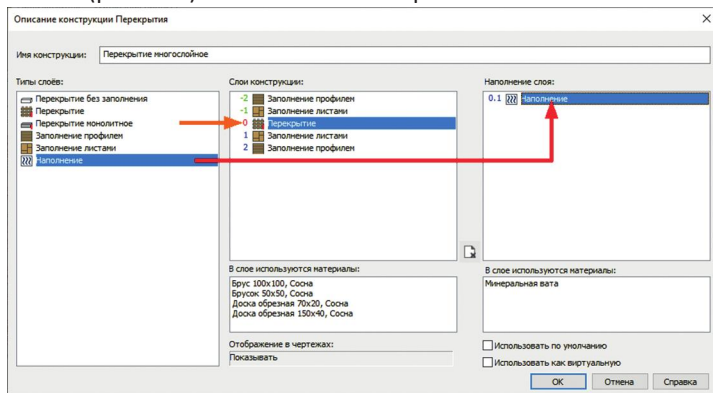

рис. 183
10. Добавим в базовый слой утеплитель. В поле **Слой конструкции** встаньте на слое **Перекрытие**. Затем из поля **Типы слоев** перетащите слой **Наполнение** в поле **Наполнение слоя** (рис. 183). В появившейся карточке нажмите **ОК**.